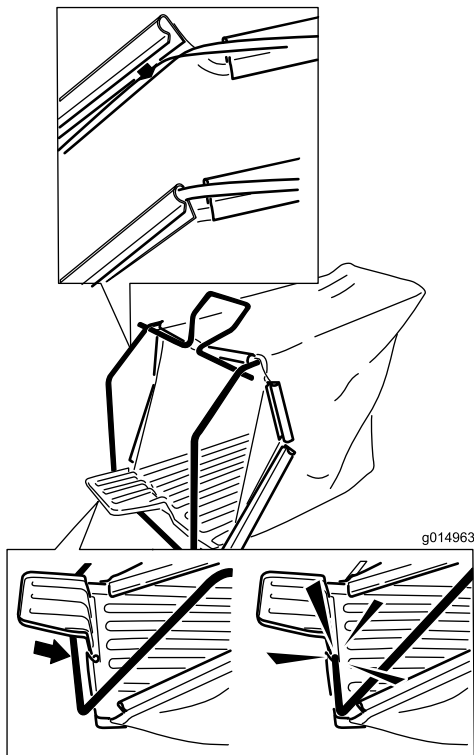

Bild 6
2. Rasten Sie die Clips auf dem Drahtrahmen ein, wie in Bild 6 dargestellt.